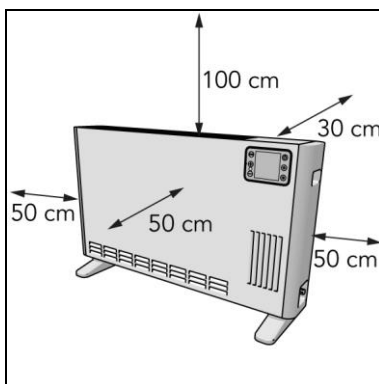

Figura 9
5. Amplasați dispozitivul cu o distanță minimă de degajare a căldurii (Figura 9) de: